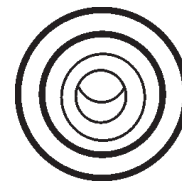

**Figure 45. Voyant de pré-chauffage**
3. En fonction de la température du fluide de refroidissement (par temps froid), le voyant de préchauffage (Figure 45) s'allume (ON) et reste allumée jusqu'à ce que le cycle de préchauffage prend fin. À la fin du cycle de pré-chauffage, le voyant s'éteint et le moteur se met en marche automatiquement.